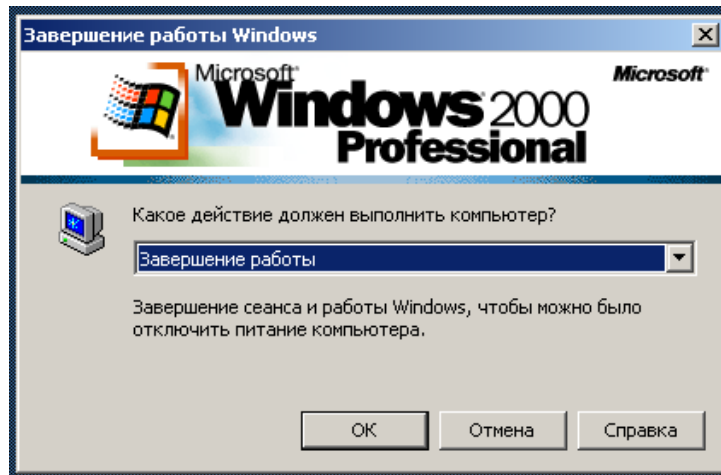

Рис. 62. Вид рабочего стола Windows
- щелкните левой кнопкой по ярлыку ЗАВЕРШЕНИЕ РАБОТЫ. В раскрывшемся окне ЗАВЕРШЕНИЕ РАБОТЫ нажмите кнопку ВЫЙТИ В ОС *WINDOWS*. На мониторе появится изображение рабочего стола *WINDOWS* (рис. 62);